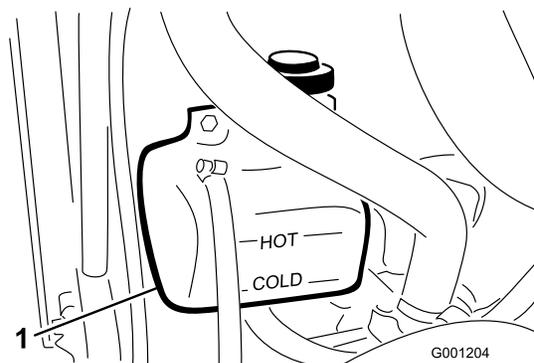

図 23
1. 液量の点検は補助タンクで行う (図 23)。タンク側面についている 2 本のマークの間であれば適正である。